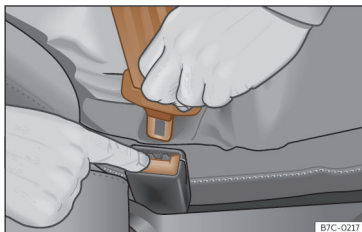

Fig. 19 Relâcher la languette du boîtier de verrouillage la fermeture de la ceinture.
- Appuyez sur la touche rouge du boîtier de verrouillage >>> **fig. 19.** Le pêne sera expulsé du boîtier de verrouillage.